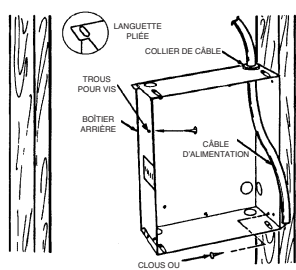

Figure 1
1. Choisissez le côté du boîtier arrière qui sera monté contre le poteau de cloison et pliez les languettes des coins arrière à 90 degrés pour que ce boîtier en équerre sur le poteau après le montage (voir figure 1).
3. Placez le boîtier arrière contre le côté du poteau et fixez-le en le clouant ou le vissant tel qu'illustré dans la figure 1.
**REMARQUE** : Des trous pour vis à tôle n°8 ont été prévus sur les côtés du boîtier arrière. Une fois que le mur a été préparé, installez une vis à tôle n°8 (longueur recommandée de 25 mm ou 1 po) sur le côté du boîtier qui n'est pas installé sur le poteau. Cette précaution permettra d'éviter le décrochage du boîtier lorsque vous montez l'assemblage du calorifère (voir figure 1).